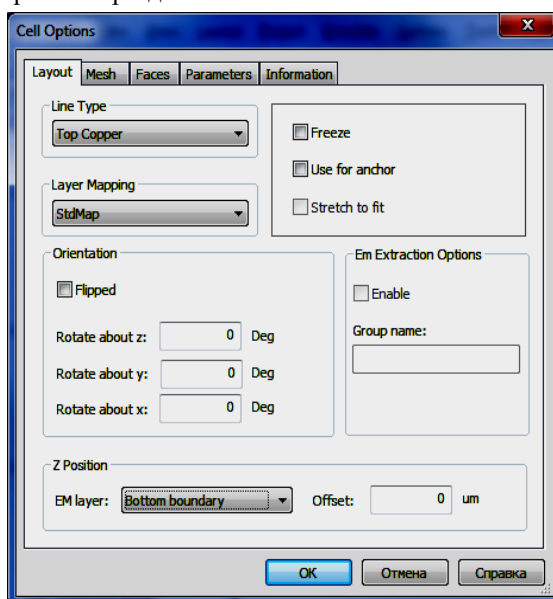
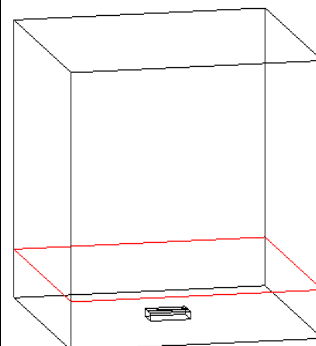

Рис. 50
Рис. 51
- Можно легко изменить Z-положение подсхемы. Например, чтобы переместить подсхему на основание, в двухмерном отображении щёлкните по ней левой кнопкой мышки, затем правой и выберите **Shape Properties**. В открытом окне (рис. 50) в области **Z Position** в поле **EM Layer** введите **Bottom boundary**. Структура будет выглядеть, как показано на рис. 51.